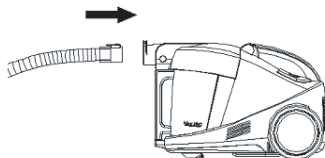

Рис. 5
1. Вставьте гибкий шланг в отверстие воздухозаборника (Рис. 5).